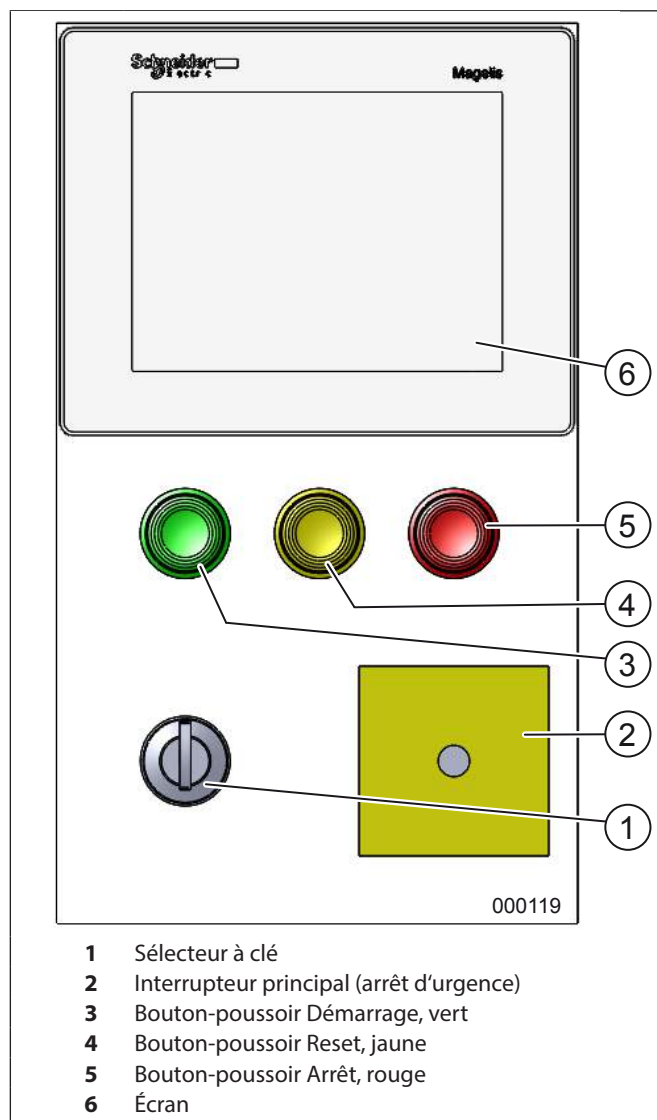

fig. 7 Éléments de commande
1. Débloquer la barre d'arrêt d'urgence (fig. 6) de la table du destructeur (tirer la barre) et enclencher l'interrupteur principal (fig. 7/2) (position „1“).
2. Tourner la clé (fig. 7/1) vers la droite.
3. Appuyez sur le bouton de démarrage vert (fig. 7/3).
Quatre écrans principaux (fig.7/6) vous assistent pour la commande de la machine.
Une pression sur cette barre d'arrêt d'urgence permet d'arrêter la machine si celle-ci, pour une raison quelconque, doit être stoppée le plus rapidement possible. Pour la remettre en marche, déverrouiller la barre (en la tirant en arrière) et enfoncer le poussoir « Avance mécanisme de coupe » (fig. 7/3).
1. Mettre l'interrupteur principal (fig. 7/2) en position « 1 ».
2. Mettre la clé fournie dans le sélecteur à clé (fig. 7/1) et la tourner vers la droite.
- Le commutateur de verrouillage (fig. 7/1) est déverrouillé (clé tournée vers la droite).
- L'interrupteur général (fig. 7/2) est enclenché (position « 1 »).